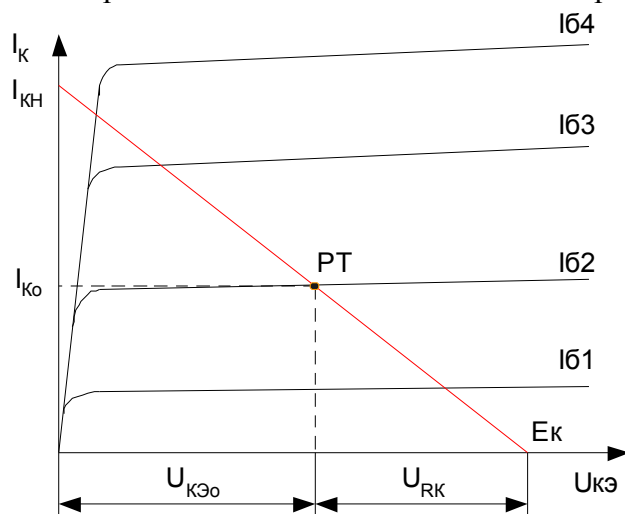

Рис. 77
**2) Динамические характеристики и понятие рабочей точки.** Уравнение динамического режима является уравнением выходной динамической характеристики. Так как это уравнение линейное, выходная динамическая характеристика представляет собой прямую линию и строится на выходных статических характеристиках (смотрите Рис. 77).